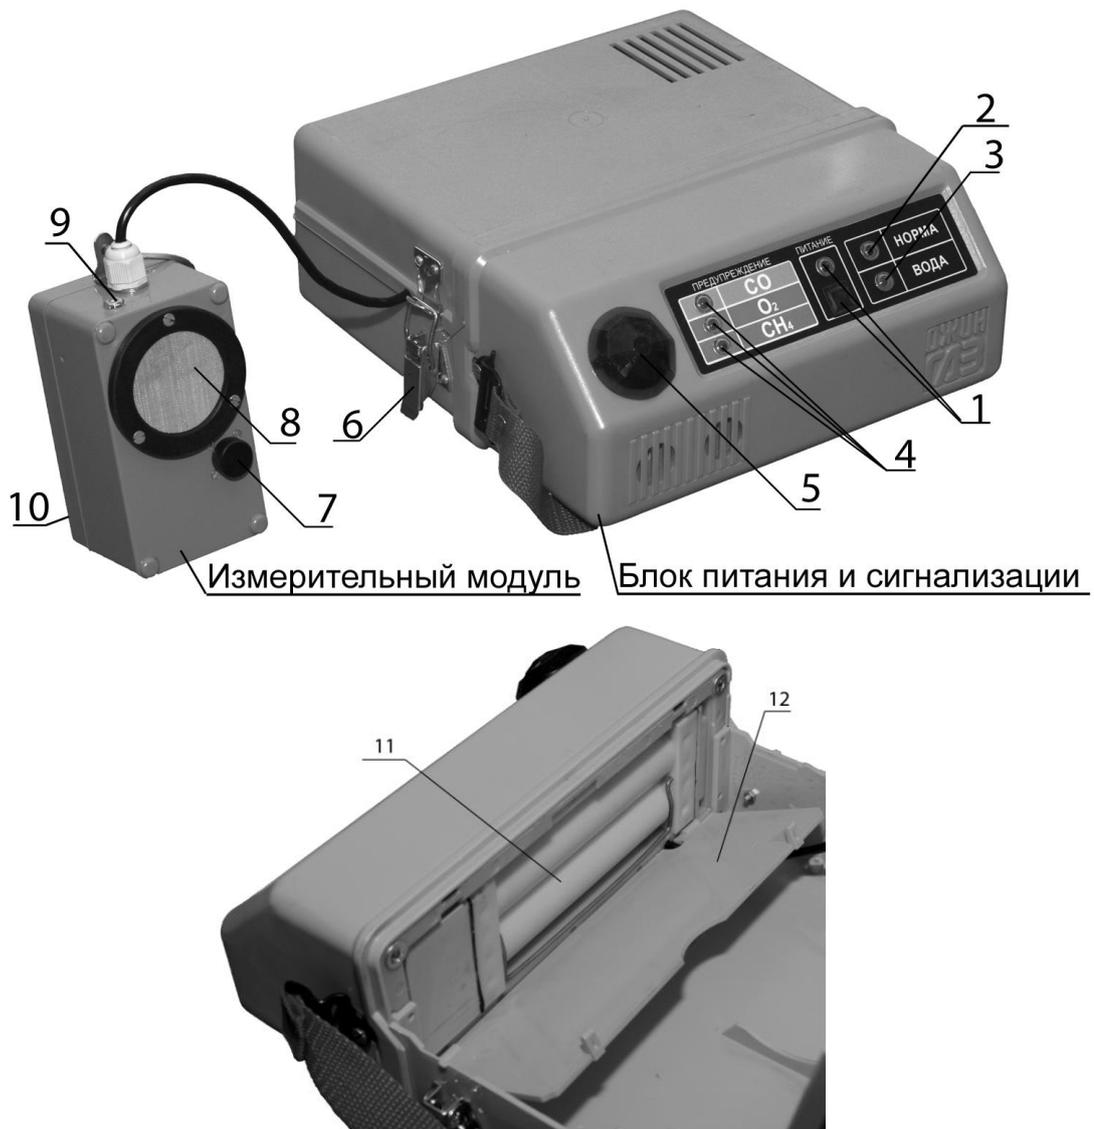
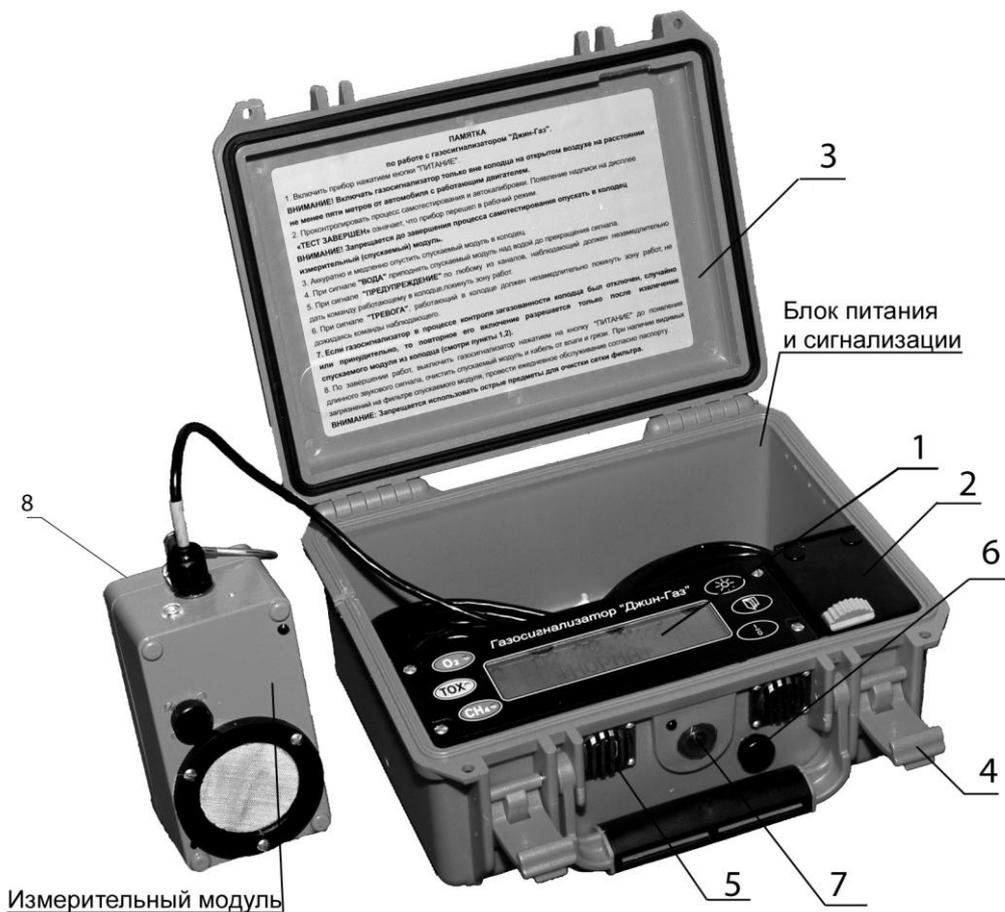
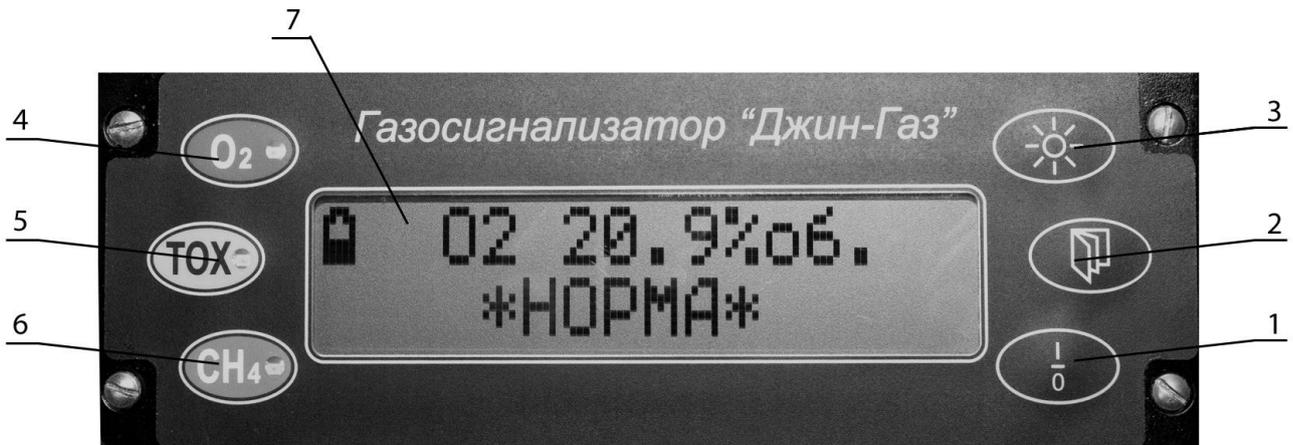

Рисунок 1. Общий вид газосигнализаторов «Джин-газ» ГСБ-3М-01 и ГСБ-3М-02:
Рисунок 2. Общий вид газосигнализатора «Джин-газ» ГСБ-3М-05/06/07
Рисунок 3. Лицевая панель газосигнализатора «Джин-газ» ГСБ-3М-05/06/07
4.1 Газосигнализатор, представляет собой конструкцию, состоящую из блока питания и сигнализации (Рисунок 1, исполнение ГСБ-3М-01, ГСБ-3М-02; рисунок 1а, исполнение ГСБ-3М-05; рисунок 2, исполнение ГСБ-3М-05, ГСБ-3М-06, ГСБ-3М-07), собранного в корпусе с откидывающей крышкой и двумя запирающими устройствами, и измерительного модуля, собранного в герметичном ударопрочном прямоугольном корпусе из поликарбоната с антистатическим покрытием, который соединен с блоком питания и сигнализации трехжильным экранированным несущим кабелем длиной до 50 м (базовый вариант поставки – 7 м).
4.2.1 Для газосигнализаторов «Джин-газ» ГСБ-3М-01 и ГСБ-3М-02 (корпус А) органами управления и индикации являются (Рисунок 1):
- кнопка ПИТАНИЕ (1), предназначенная для включения и выключения прибора, и индикатор зеленого цвета ПИТАНИЕ (1);
- индикатор зеленого цвета НОРМА (2);
- индикатор красного цвета ВОДА (3);
- индикаторы красного цвета сигналов ПРЕДУПРЕЖДЕНИЕ по каждому из каналов (4);
- фонарь дополнительной тревожной сигнализации (5);
4.2.2 Для газосигнализаторов «Джин-газ» ГСБ-3М-05 (корпус А) органами управления и индикации являются (Рисунок 1а):
- кнопка ПИТАНИЕ (1), предназначенная для включения и выключения прибора;
- кнопка ВЫБОР ЭКРАНА (2);
- кнопка СВЕТ (3);
- индикатор красного цвета ПРЕДУПРЕЖДЕНИЕ СО (4);
- индикатор красного цвета ПРЕДУПРЕЖДЕНИЕ O₂ (5);
- индикатор красного цвета ПРЕДУПРЕЖДЕНИЕ CH₄ (6);
- ДИСПЛЕЙ (7);
- фонарь (8) дополнительной тревожной сигнализации.
4.2.3 Для газосигнализаторов «Джин-газ» ГСБ-3М-05, ГСБ-3М-06 и ГСБ-3М-07 (корпус Б) органами управления и индикации, расположенные под откидывающейся крышкой блока питания и сигнализации, являются (Рисунок 3):
- ЖК табло (7);
Рисунок 1а. Общий вид газосигнализатора «Джин-газ» ГСБ-3М-05(корпус А).